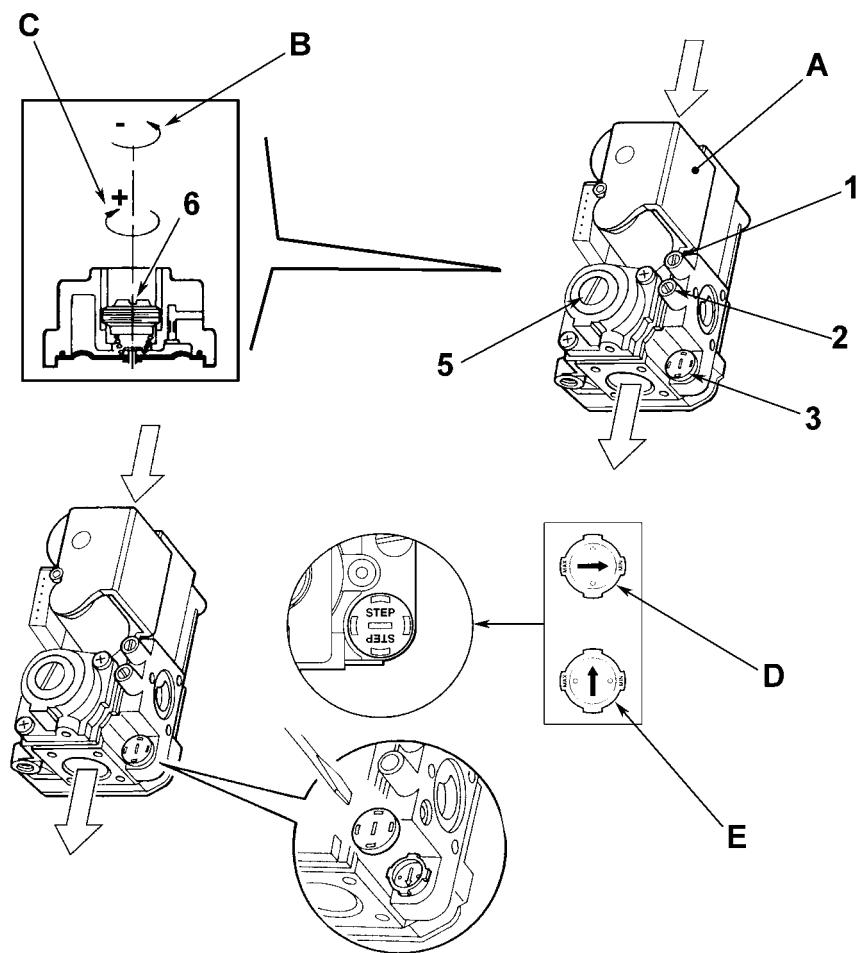

рис. 19 - Переналадка котла на другой вид газа
На котле PEGASUS D K 130 можно регулировать тепловую производительность топки и, следовательно, тепловую мощность, передаваемую воде системы отопления; это делается исключительно путем регулировки основной горелки с помощью газового вентиля (см. рис. 19). На графиках, приведенных в параграфе сар. 4.2 "Сопротивление системы", показано изменение передаваемой воде тепловой мощности в зависимости от изменения рабочего давления горелки. Возможность приведения мощности котла в соответствие с реальными потребностями отопления означает, прежде всего, снижение потерь и экономию топлива. Кроме того, при регулировке мощности, регламинтированной также стандартом, котлы сохраняют значения КПД и характеристики горения почти без изменений.
1. С помощью небольшой отвертки снимите защитный колпак 5 вторичного привода газового вентиля рис. 19.
2. Подключите манометр к клемме давления 2 (рис. 19), расположенного после газового вентиля, затем переведите ручку терmostата котла на максимум.
3. Регулируйте давление с помощью винта 6 (рис. 19) на желаемое значение, руководствуясь диаграммами, приведенными в параграфе сар. 4.2 "Сопротивление системы".
2. Снимите с газового вентиля маленький защитный колпак 3 (рис. 19). С помощью маленькой отвертки регулируйте "СТУПЕНЬ" розжига на основании выбранного для работы газа (G20 или G31); установите защитный колпак на место.
- Спустите воздух из газопроводных труб через штуцер отбора давления 1 газового вентиля (рис. 19).